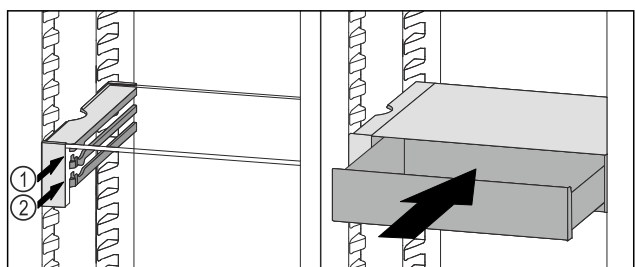

Fig. 101
- ▶ Nasadte zásuvku VarioSafe za zářezky na požadovaném žebro Fig. 101 (1) nebo Fig. 101 (2).